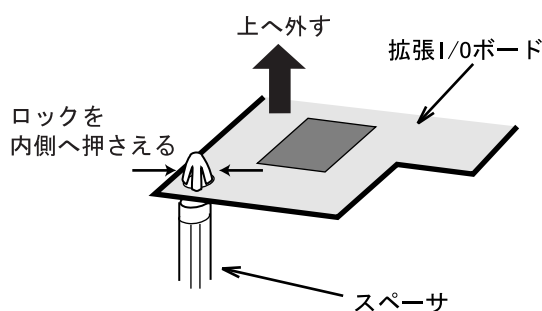

図3 拡張I/Oボード取り外し方法
- ( 3 ) 拡張I/Oボードのスペーサ上端にあるロックを内側に押さえた状態で、拡張I/Oボードを上方向に引き上げ、スペーサから外します( 図3 )。